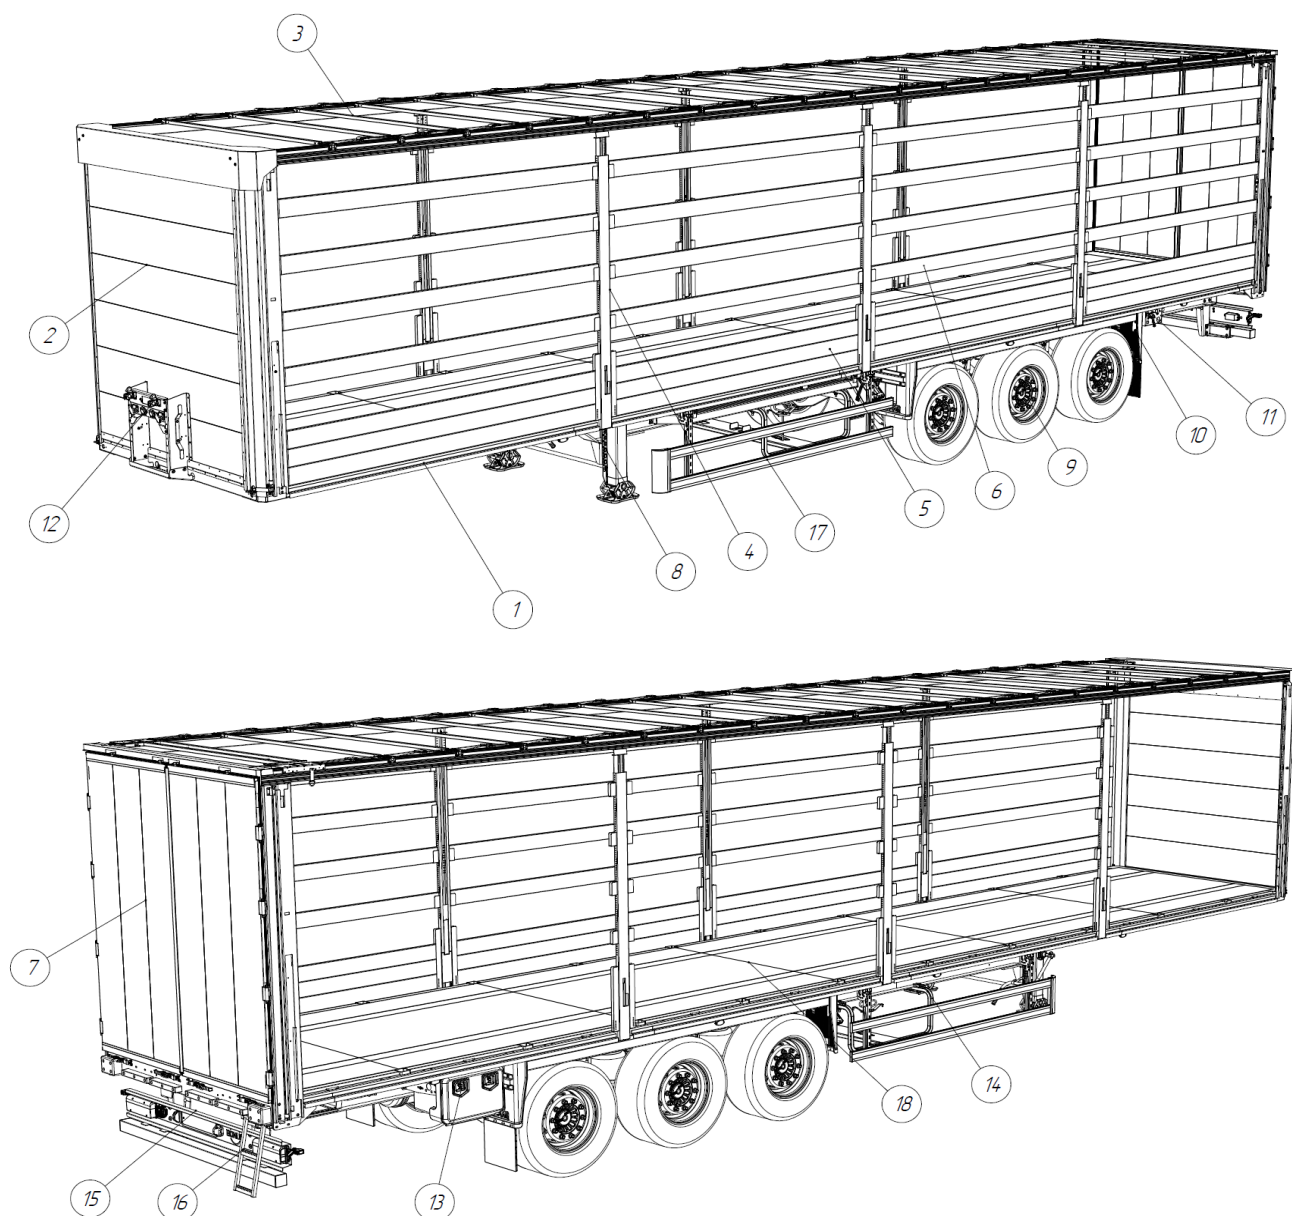

Рис. 1.1 – Общее устройство полуприцепа тип 928010 модификации 928010-11
Общее устройство полуприцепа тип 928010 модификации 928010-11 на рис. 1.1
На рис. 1.1 представлено общее устройство тентованного полуприцепа и его основные элементы: рама (1), передний портал (2), сдвижная крыша (3), боковые стойки (4), нижняя обрешётка или борта (5), верхняя обрешётка (6), задние распашные ворота (7), опорное устройство (8), пневмоподвеска с осями и колёсами (9), система брызгозащиты колёс (10), пульт управления пневмоподвеской (11), панель пневмо- и электророзеток (12), инструментальный ящик (13), корзина запасного колеса (14), заднее защитное устройство (15), выдвижная лестница (16), боковая защита (17), настил пола.